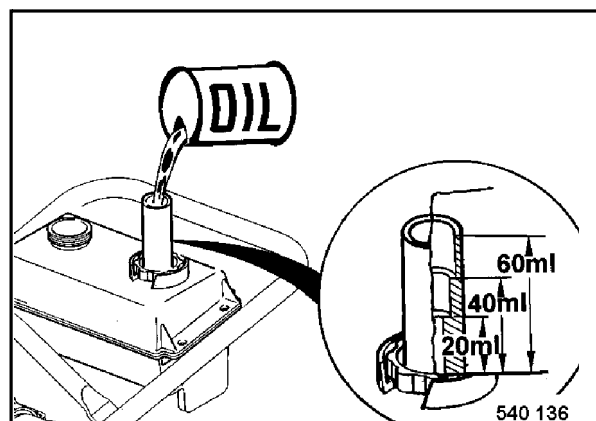

Fig. 4
- Desenroscar la tapa y colocarla al revés en el escote del depósito (Fig. 4).